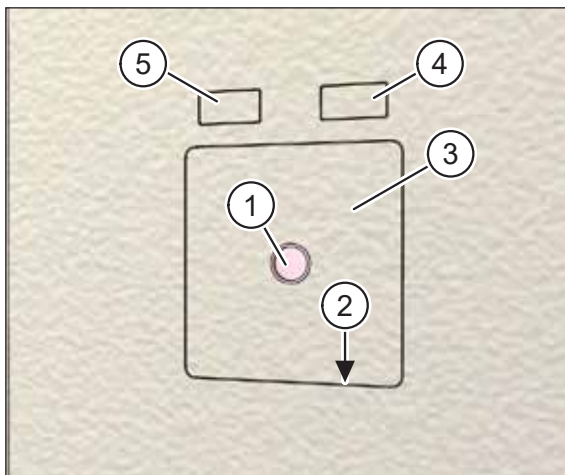

Abb. 33: Montageset innen verputzt
- ▶ Entfernen Sie den Signaldeckel (Pos. 1 in Abb. 33).
- ▶ Ritzen Sie mit einem Messer den Putz an der Innenseite des Putzrahmens (Pos. 2 in Abb. 33) ein.
- ▶ Entfernen Sie vorsichtig den Putzschutzdeckel (Pos. 3 in Abb. 33) und die dahinter liegende Kartoneinlage.
- ▶ Entfernen Sie die Putzschutzdeckel über dem Zuluft- (Pos. 4 in Abb. 33) und / oder Abluftkanal (Pos. 5 in Abb. 33).